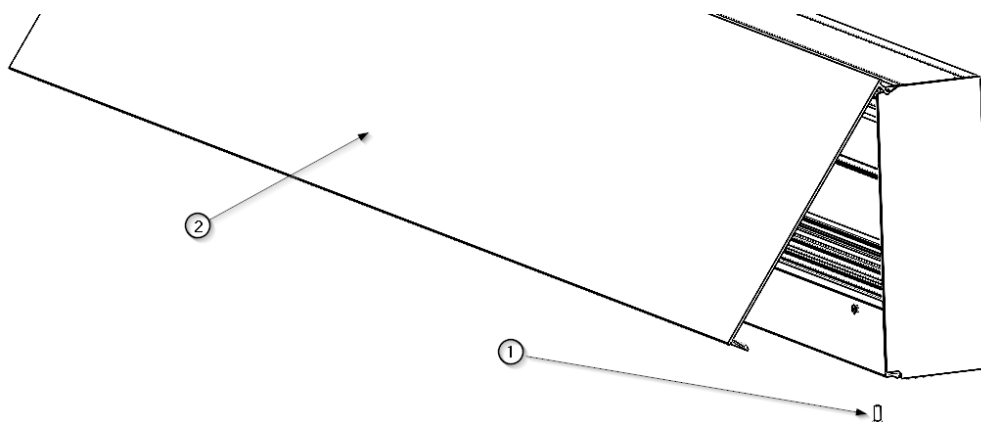

Fig.2 Verwijderen van het klapdeksel
- Verwijder schroef ① om de klapdeksel ② te kunnen verwijderen, zoals weergegeven in afbeelding 2. Bewaar deze op een veilige plaats.